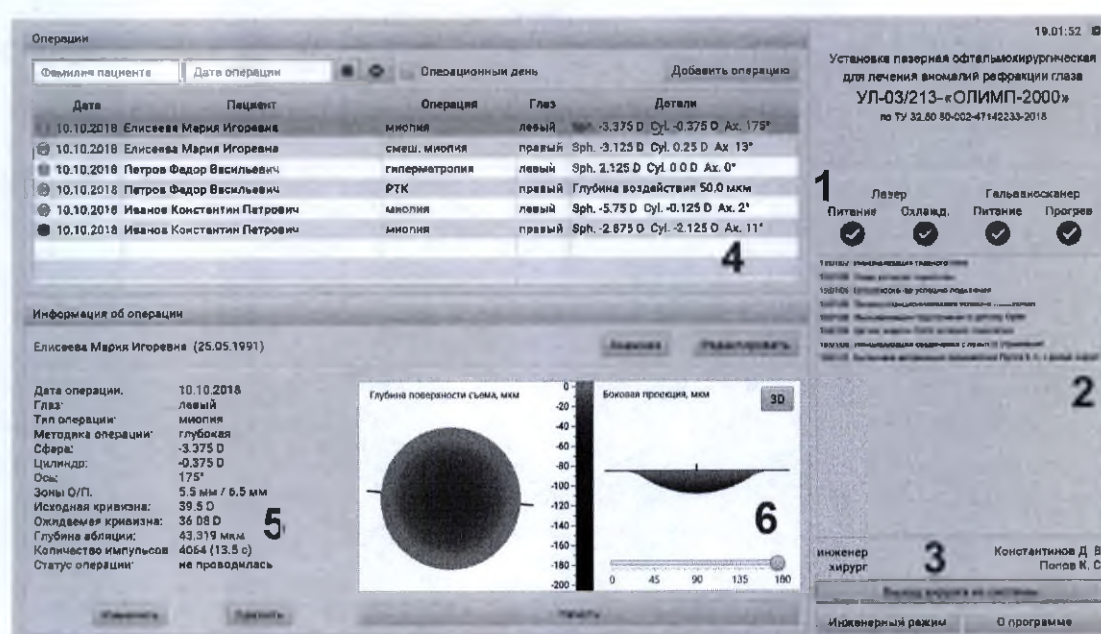
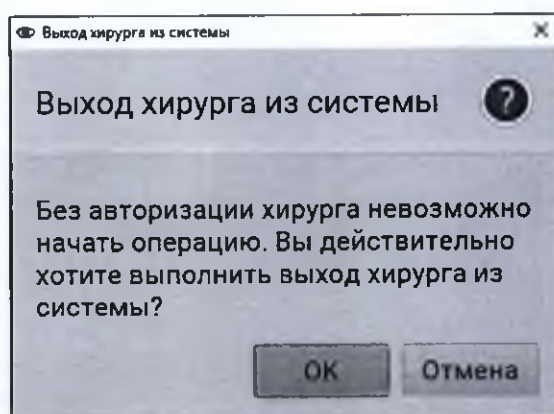

Рис. 4.1: Главное окно программы в режиме операции
Рис. 4.3: Окно подтверждения выхода хирурга из системы
Главное окно может находиться в режиме операции, либо в инженерном режиме. В зависимости от режима меняется содержимое левой части главного окна, правая часть остаётся без изменений. Информация о функциональности, доступной в каждом из режимов, приведена в п. 4.5 и п. 4.6. Главное окно в режиме операции изображено на рис. 4.1.
Правая часть главного окна содержит три панели, обозначенные цифрами 1, 2 и 3 на рис. 4.1:
Панель состояния устройств установки (2, рис. 4.1) содержит несколько индикаторов, отображающих состояния лазера и гальваносканера. Зелёный цвет индикатора обозначает нормальное состояние, красный — ошибку, а желтый цвет индикатора означает, что устройство находится в режиме эмуляции.
Для выхода хирурга из системы необходимо нажать на главном окне (3, рис. 4.1) кнопку *Выход хирурга из системы*. Появится окно подтверждения выхода из системы, приведенное на рис. 4.3). Подтвердите удаление щелчком по кнопке **ОК**.
- Панель списка операций (4, рис. 4.1). Предназначена для просмотра и модификации списка операций. Более подробное описание приведено в главе 5.
- Панель параметров операции (5, рис. 4.1). Предназначена для просмотра параметров операции, выбранной в списке операций.
- Панель визуализации поверхности съёма (6, рис. 4.1). Предназначена для отображения поверхности съёма, боковой проекции этой поверхности для операции, выбранной в списке операций.
Список операций отображается в главном окне (4, рис. 4.1). В нём отображаются данные операций, хранящихся в базе данных программы.
При выборе операции в списке её параметры отображаются на панели информации об операции (5, рис. 4.1), а соответствующая поверхность абляции и её срез — на панели визуализации поверхности съёма (6, рис. 4.1).
Панель информации об операции отображается в главном окне (5, рис. 4.1). Она предназначена для просмотра параметров операции, выбранной в списке операций (4, рис. 4.1), а также для просмотра данных о соответствующем пациенте.
1. На панели редактирования списка операций (4, рис. 4.1) нажмите кнопку *Добавить операцию*. Появится мастер добавления операции (рис. 5.2).